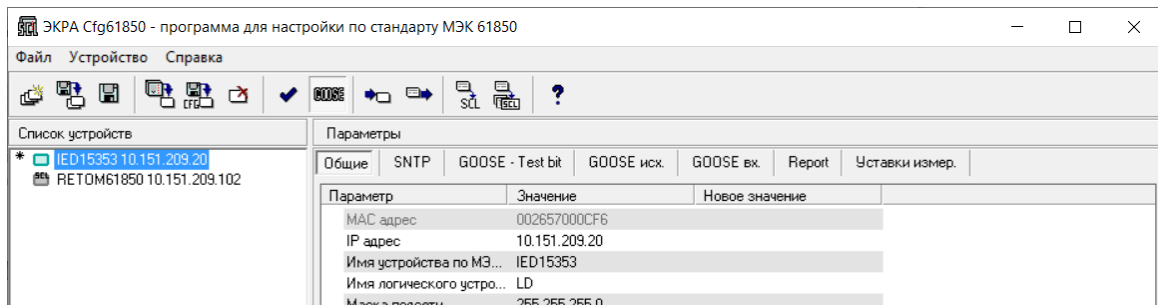

Рис. 97. MAC-адрес
- Source – MAC-адрес источника сообщения, всегда unicast. Указывается адрес карты сетевого интерфейса, который прописывается на заводе (рис. 97); Первых три октета 00:26:57 скрыто за «NppEkra», т. к. определенный диапазон адресов закрепили за производителем оборудования.